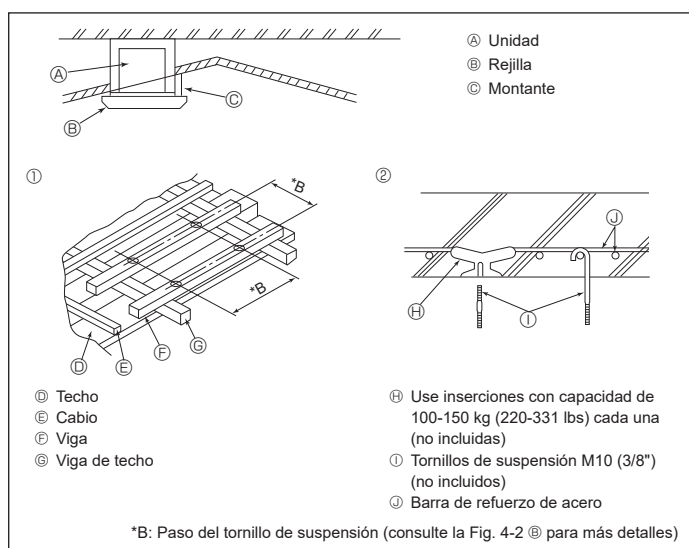

Fig. 4-4
4.4. Estructura de suspensión (refuerzo de la estructura de suspensión) (Fig. 4-4)
① Estructuras de madera
② Estructuras de hormigón armado